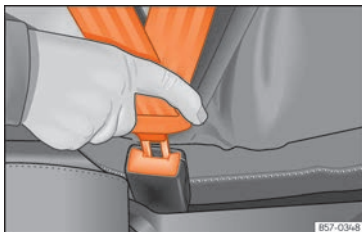

Abb. 23 Schlosszunge des Sicherheitsgurts in das Gurtschloss einstecken.
- Gurtband an der Schlosszunge gleichmäßig über Brust und Becken ziehen. **Den** Gurt nicht verdrehen »» **Abb. 23**.
- Schlosszunge fest in das zum Sitzplatz gehörende Gurtschloss stecken »» **Abb. 23**.